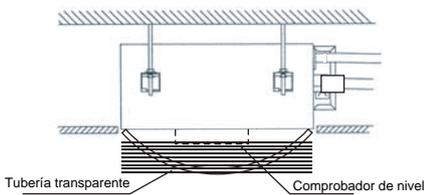

Fig.5-6
- Utilice un tubo transparente lleno de agua para comprobar en los cuatro lados o según la diagonal que el cuerpo principal está nivelado (ver la Fig.5-6)